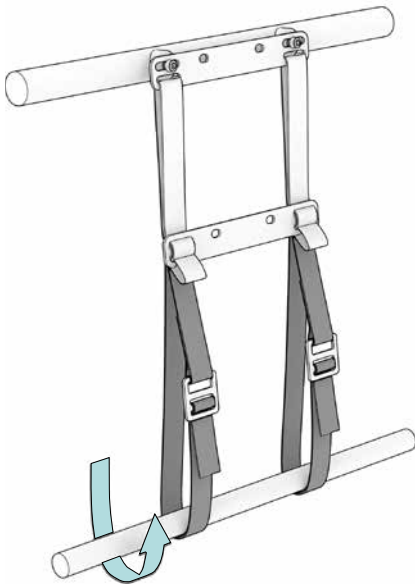

Abb. 10
Die Spanngurte ⑩ sind im oberen Verbindungsblech ⑦ und mittleren Verbindungsblech ⑧ bereits eingeschlaift. Sie werden unter der unteren Cargobox-Rail durchgeführt (Abb. 10).